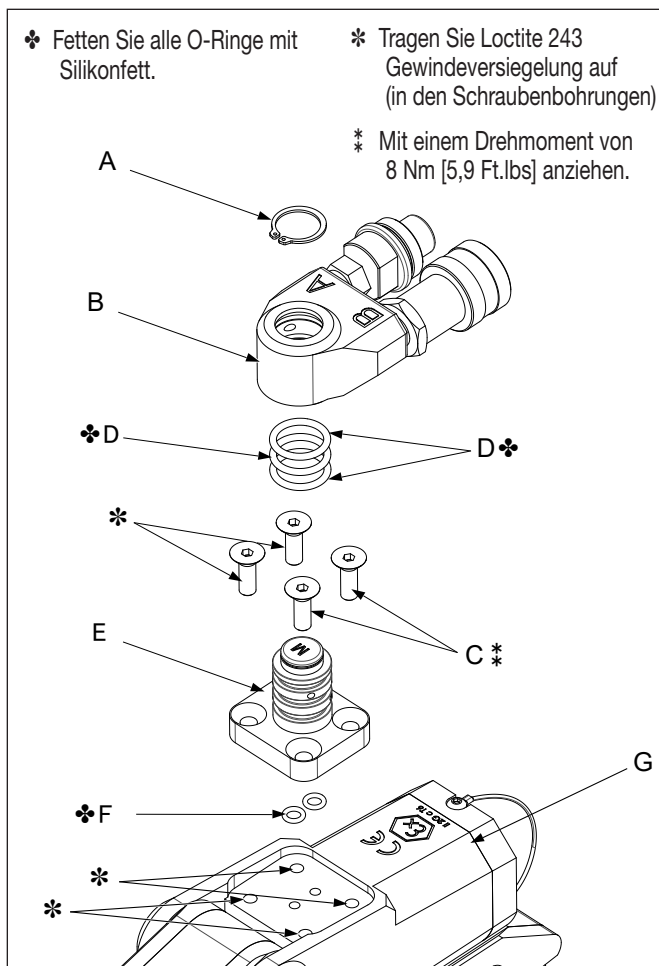
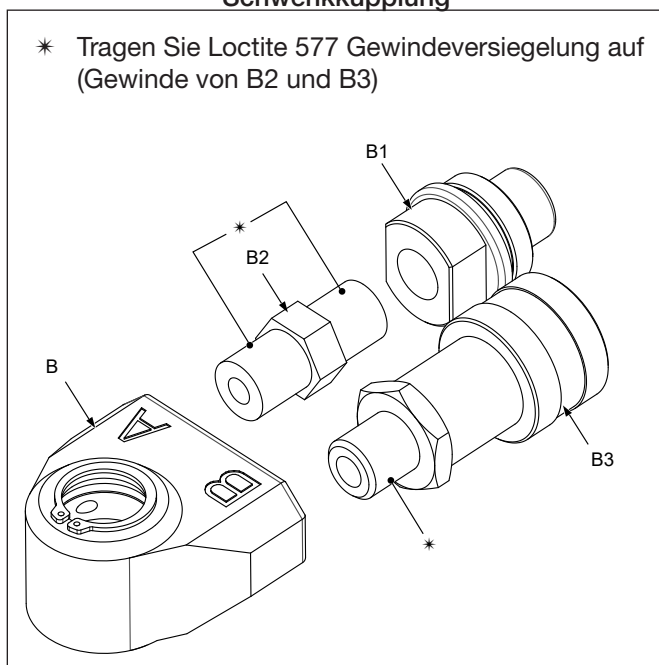

Abbildung 17: Schwenkkupplungsstange und Schwenkkupplung
Abbildung 18: Explosionsansicht der Schwenkkupplung
#### Demontage von Schwenkkupplungsstange und Schwenkkupplungsbefestigung (Abb. 17 + Abb. 18)
- Geben Sie etwas von der Gewindeversiegelung Loctite 243 in die Gewindebohrungen des Gehäuses des Drehmomentschlüssels. Für die Positionen siehe Abbildung 17.
- Bringen Sie zwei neue O-Ringe (F) an den Anschlüssen der Basis der neuen Schwenkkupplungsstange (E) an.
- Positionieren Sie die Schwenkkupplungsstange (E) auf dem Drehmomentschlüssel (G) und stellen Sie sicher, dass die Hydraulikanschlüsse ausgerichtet sind. Achten Sie darauf, dass die O-Ringe (F) nicht herausfallen und nicht eingeklemmt oder eingequetscht werden.
- Bringen Sie die entfetteten Inbusschrauben (C) an und ziehen Sie diese auf 5,1 Nm [3,7 Ft.lbs] an: